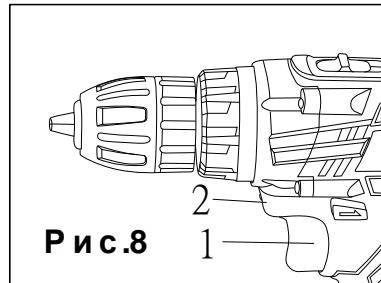

Рис.8
Встроенный фонарь (2) включается автоматически при нажатии кнопки включения (1) (рис.8) и автоматически выключается при ее отпусканье.